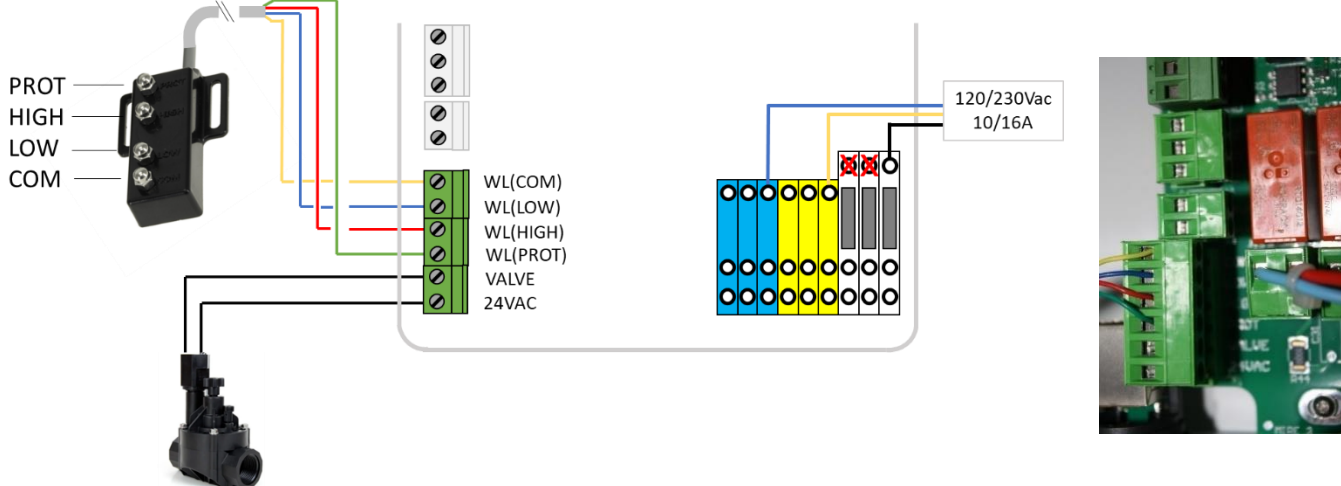

Figura 56 – Ligação do sensor ao nível de água
- Ligue os 4 fios ao conector J20 (ver Figura 56 – Ligação do sensor ao nível de água).
- Ligue a extremidade do cabo de 2 condutores ao conector J20 marcado WL (VALVE) conforme Figura 56 – Ligação do sensor ao nível de água. A polaridade não tem importância.